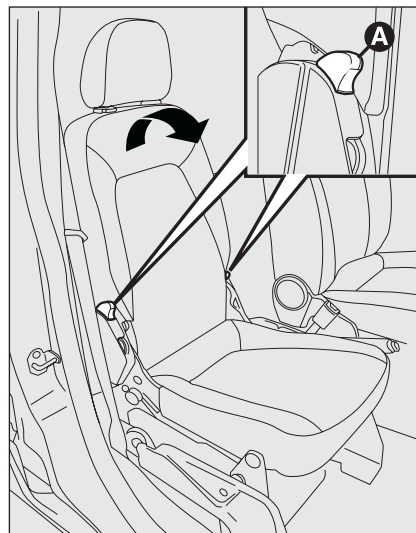

fig. 21
- ☐ actuar la palancas **A**-fig. 21 y volcar hacia delante el respaldo, interviniendo en el sentido indicado por la flecha;